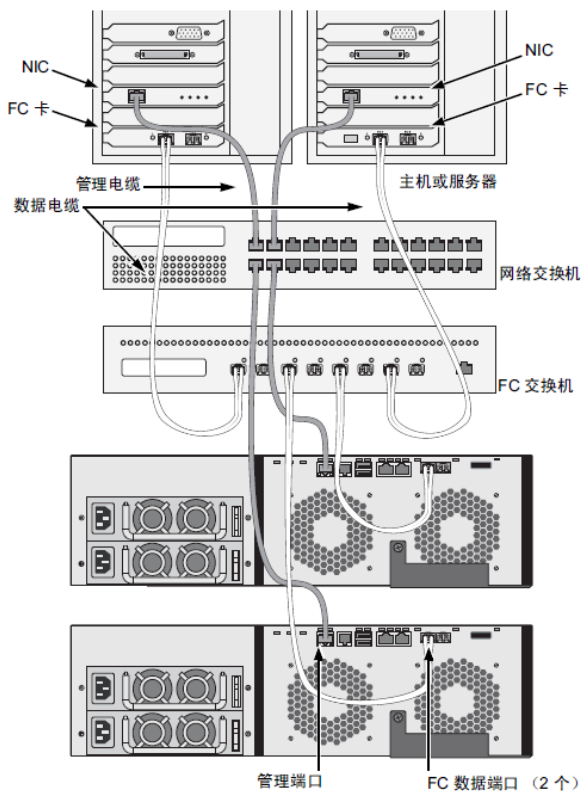

图 7.iSUM450G2 数据和管理连接
1. 将主机计算机中的网口通过千兆网线连接到 iSUM450G2 控制器上的 iSCSI 数据端口 (RJ45)，将主机计算机上的 FC 端口通过光纤线连接到 iSUM450G2 上的 8Gb 光纤端口上，请参阅图 7。
1. 将每个控制器的管理端口连接到您的网络交换器。请参阅图 7。